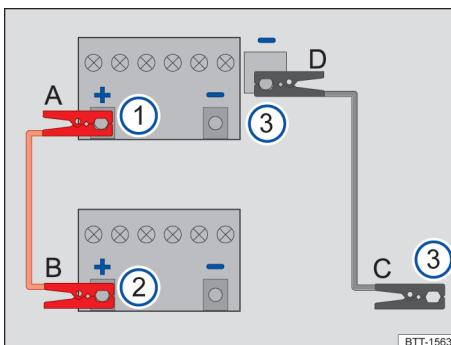

图 137 应急启动 - 电缆连接示意图
→ 图 137 的图例：
仅按照顺序 A - B - C - D 连接应急启动电缆 → 图 137。
- 将**红色**应急启动电缆的一端连接到 12V 汽车蓄电池 → 图 137 ① 电量耗尽的车辆的正极 (+) 上 → ▲。
- 将**红色**应急启动电缆的另一端连接到供电车辆 → 图 137 ② 的正极 (+) 上。
- 将**黑色**应急启动电缆的一端连接到应急启动接点（接地端） → 图 137 ③ 上。
- 将**黑色**应急启动电缆的另一端连接到 12V 蓄电池电量耗尽的车辆 → 图 137 ③ 上。→ ▲
- 仅按照顺序 D - C - B - A 断开启动辅助电缆 → 图 137。